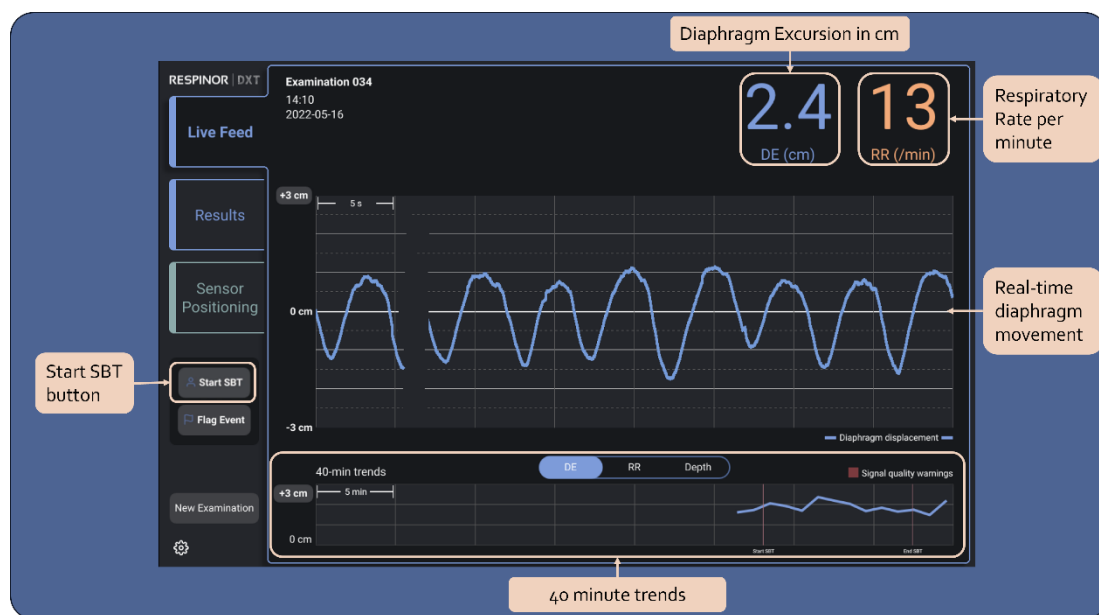

Abbildung 9. Übersicht über den Live-Feed.
- Abbildung 9 zeigt den Live-Feed und hebt die relevanten Funktionen für eine Untersuchung hervor.
- Die Werte werden wie in Abbildung 9 hervorgehoben berechnet und für jeden Atemzyklus aktualisiert.
**Die Zwerchfellexkursion (DE)** ist die Bewegung des Zwerchfells während der Inspiration. Die Zwerchfellexkursion misst die Kontraktion des Zwerchfells. Der DXT meldet die Zwerchfellexkursion in Zentimetern (cm).